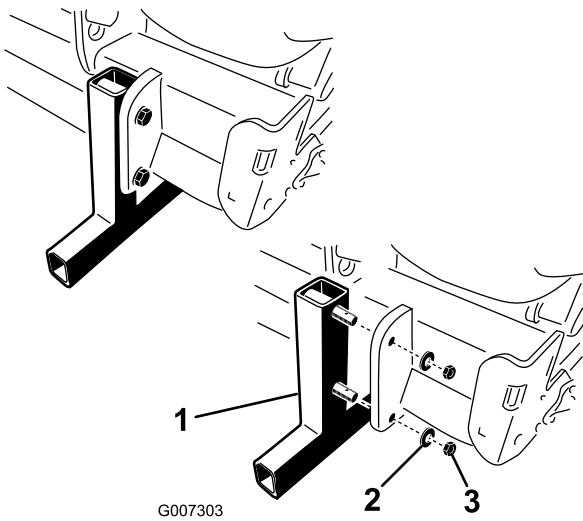

Figura 16
- Retire as porcas e as anilhas de segurança que fixam os apoios de armazenamento ao arejador (Figura 16).
4. Insira os pinos de sujeição (incluídos em peças soltas) nos pinos de apoio para armazenamento (Figura 16).